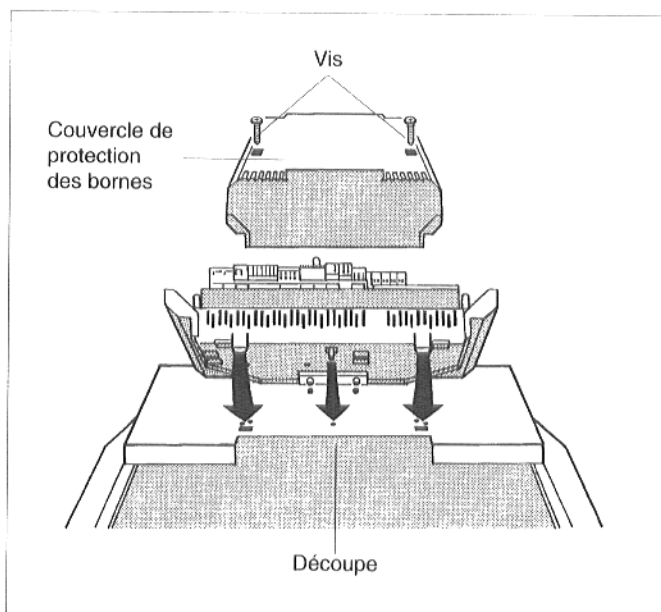

Fig. 9 : ouvrir le système de régulation 2000 et le mettre en place
- Dévisser les deux vis du couvercle de protection des bornes de l'appareil de régulation. Retirer le couvercle de protection des bornes (fig. 9 ou 10).
- Positionner l'appareil de régulation sur le capot avant de la chaudière de sorte que les ergots d'emboîtement situés sur le dessous de l'appareil de régulation s'emboîtent vers l'avant dans les fentes oblongues (fig. 9 ou 10).
En même temps, faire passer les tubes capillaires de la sonde thermostatique et, en cas de régulation "Ecomatic", la conduite de sonde thermostatique de l'eau de chaudière dans la découpe du capot avant de la chaudière (fig. 9 ou 10).
- Tirer l'appareil de régulation vers l'avant en le poussant vers le bas jusqu'à ce que les deux ergots en caoutchouc s'enclenchent dans les fentes arrières (fig. 9 ou 10).